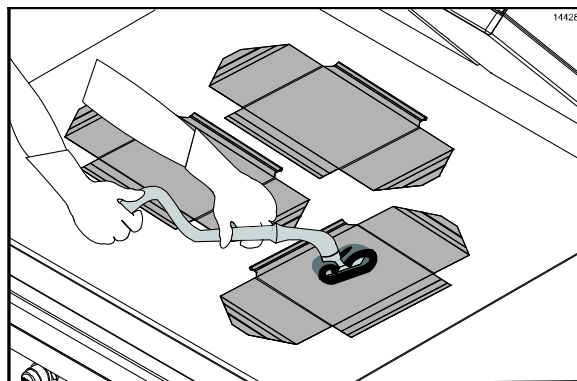

Figura 109
41. Estenda as folhas antiaderentes do platen sobre a superfície inferior do grill. Limpe delicadamente ambos os lados das folhas usando o porta-esponja Kay para limpeza do grill. (Veja a Figura 109.)